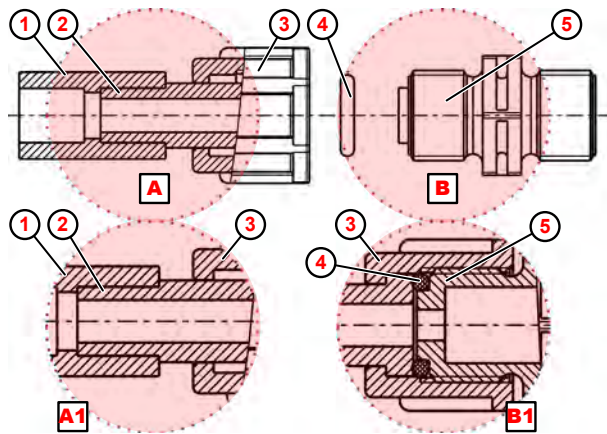

Fig. 10 : Raccord de conduit avec joint soudé
1. ► Souder le joint soudé (Fig. 10 , ①) au raccord de flexible.
2. ► Placer le joint torique ④ dans la rainure de la soupape d'aspiration ou de refoulement ⑤ .
3. ► Serrer l'écrou-raccord ③ à fond (détail **B1**).